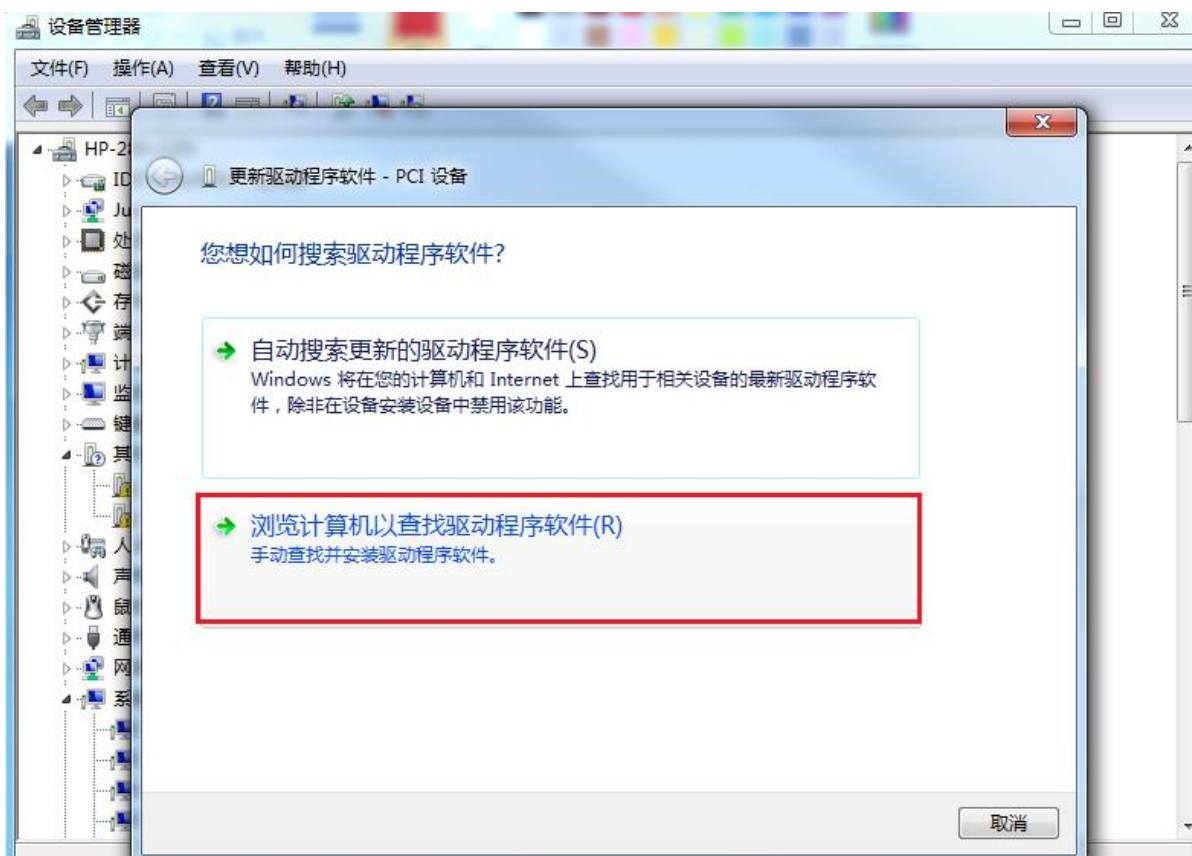

图 2-3 控制器驱动程序安装界面 3
- (5) 选择“浏览计算机以查找驱动程序软件(R)”。界面如下图 2-3 控制器驱动程序安装界面 3 所示。